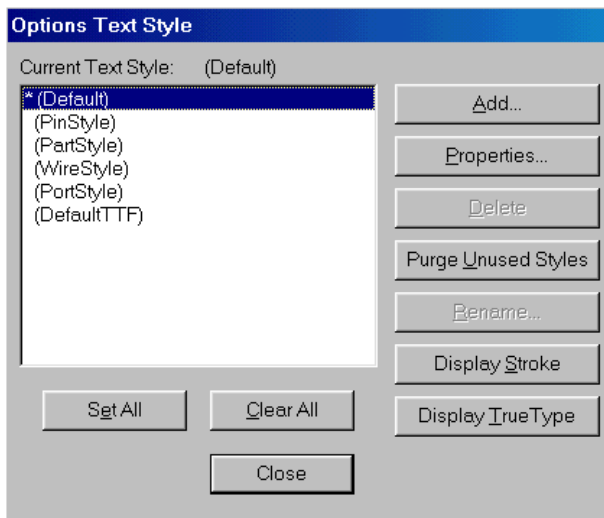
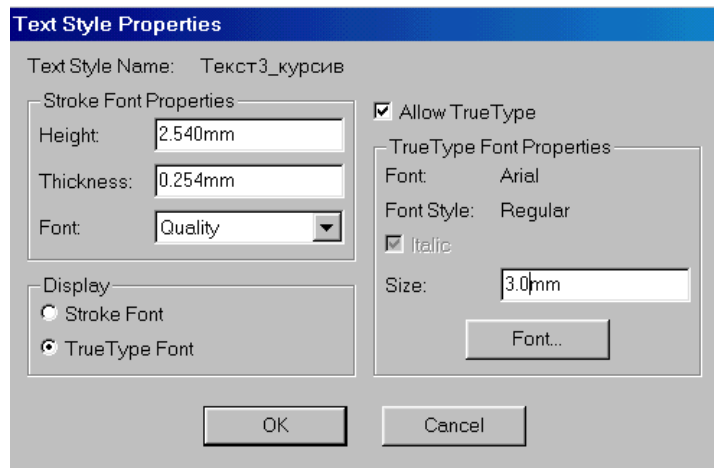

Рис. 3-5. Список установленных стилей текста
Рис. 3-7. Установка параметров стиля
Для задания параметров текстовых надписей на схемах в P-CAD используется понятие стиля. Стилем определяется тип шрифта, размер букв, начертание, набор символов. По умолчанию в систему встроены несколько служебных стилей для обозначения текстовых атрибутов типовых элементов (см. рис. 3-5 и табл. 3-2). P-CAD поддерживает два вида шрифтов – True Type и Stroke (штриховые). Возможны три вида штриховых шрифтов – QUALITY (сглаженный), BASIC (рубленный), и LCOM (с засечками). Различие между этими
1) В основном меню выберите команду **Options/Text Style...** (параметры/стили текста). Появится панель **Options Text Style**, показанная на рис. 3-5.
4) На появившейся панели (рис. 3-7) **Text Style Properties** (свойства стиля текста) установите флажок *Allow True Type* (разрешить TTF) и нажмите кнопку **Font** (шрифт) для выбора вида шрифта.
Все стили в системе, за исключением *Default* и *Default TTF*, могут быть отредактированы. Для изменения свойств какого-либо стиля необходимо указать его в списке *Current Text Style* на панели **Options Text Style** (см. рис. 3-5) и нажать на кнопку **Properties**. Появится уже знакомая нам панель **Text Style Properties** (см. рис. 3-7), где можно выбрать новый вид шрифта или установить его новые размеры.
Вновь введенные стили можно при необходимости переименовать, используя кнопку **Rename** на панели **Option Text Style** (см. рис. 3-5), или удалить из системы, используя кнопку **Delete**.